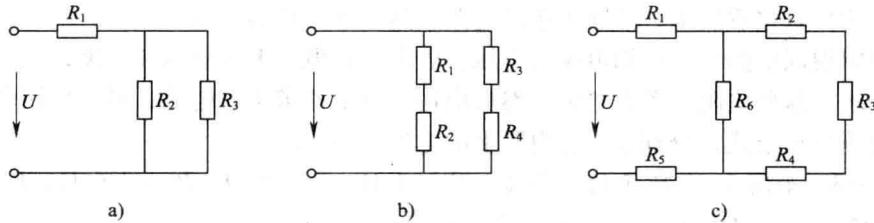

图 1—3 三种电阻混联电路
(3) 混联电路。电路中电阻元件既有串联又有并联的连接方式称为混联。混联电路在实际电路中经常出现，如图 1—3 所示的电路就是一些电阻的混联电路。